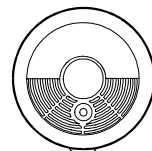

Figura 19. MCT-423
D. Detector Inalámbrico de Humo*(Figura 19). Es un detector de humo fotoeléctrico equipado con un transmisor de tipo PowerCode. Cuando se asigna a una zona de fuego, comienza una alarma de fuego al detectar humo.